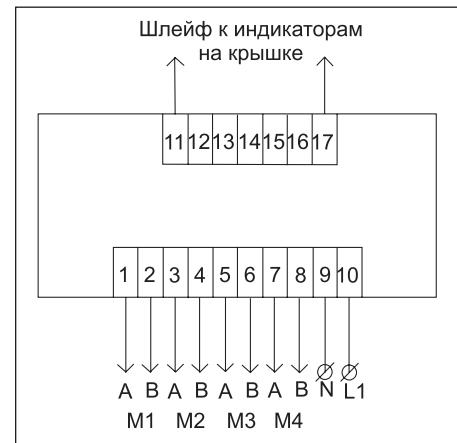

Рис. 37. Схема подключения ИСР-4
- Ознакомиться со схемой подключения на внутренней стороне крышки, соответствующей схеме, приведенной на рис. 37. Выполнить подключение (монтаж).